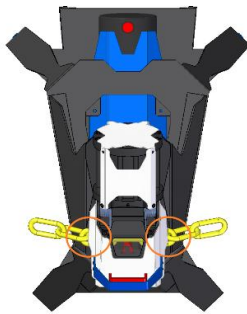

Ilustración 4: Señalización de la entrada y salida de la cadena
- **Está prohibido introducir la mano en la entrada y salida de la cadena (Ilustración 4).** ¡No sujete la cadena en la zona de entrada ni de salida durante el corte!